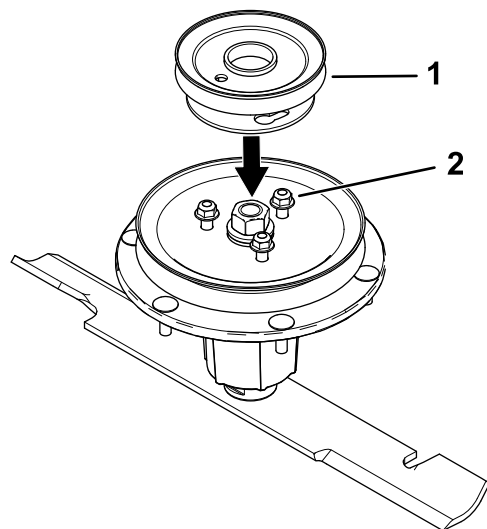

Figure 5
6. Placez la nouvelle poulie de sorte à pouvoir engager ses ouvertures sur les écrous (Figure 5).